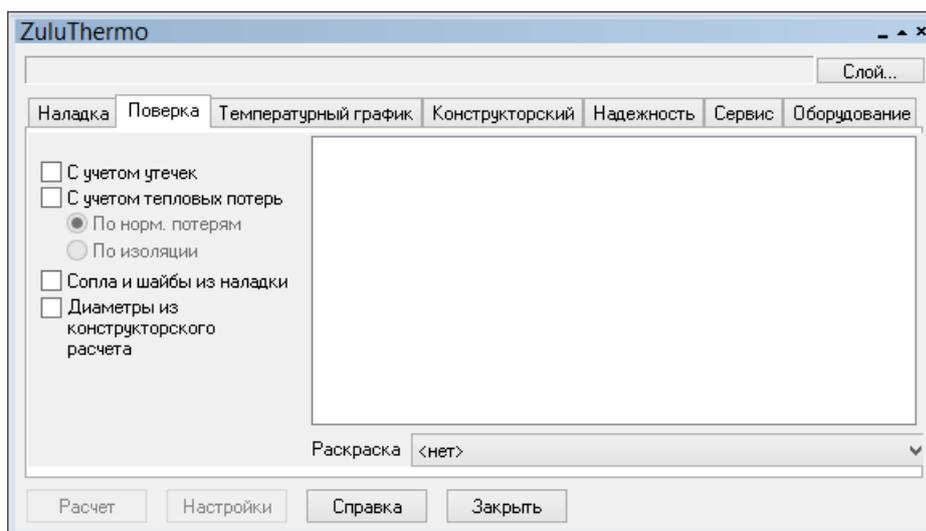

Рисунок 20.21. Окно теплогидравлических расчетов ZuluThermo
1. Выбрать команду главного меню Задачи|ZuluThermo или нажать кнопку  панели инструментов. На экране появится окно теплогидравлических расчетов (см. Рисунок 20.21, «Окно теплогидравлических расчетов ZuluThermo»).